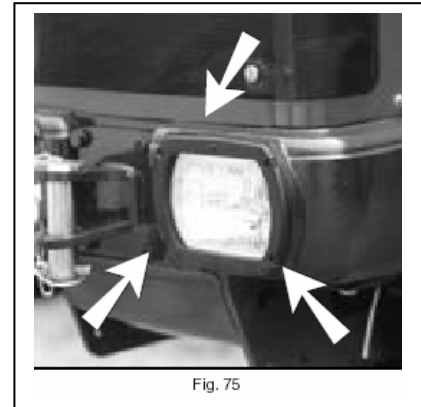

Fig. 75
- Lygterne justeres ved at dreje på de tre justeringsskruer (fig. 75) på lygternes forside.